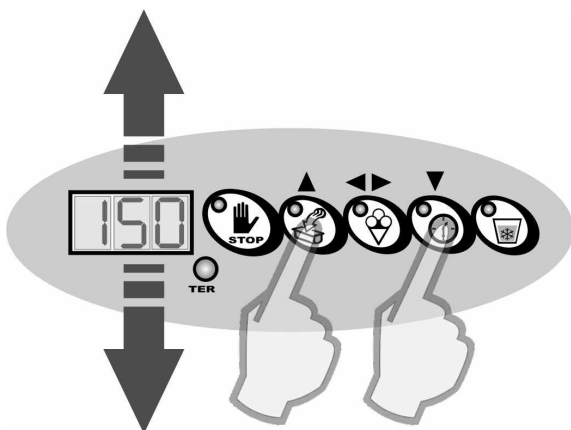

Abb.4
- Auf dem Display erscheinen die Nummern bezüglich der KonsistenzEinstellung, ausgedrückt in einem Zahlenwert zwischen 60 und 250. Drücken Sie die Tasten UP und DOWN zum Steigern und Senken des Werts (Abb.4). Den hohen Zahlenwerten entsprechen hohe Konsistenzen, den niedrigen Zahlenwerten entsprechen geringe Konsistenzen.